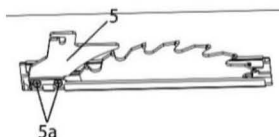

Fig. 1b
- > Afrouxe os dois parafusos (5a) assegurando que a placa debaixo da mesa não é removida. Depois, insira as ranhuras da faca de fender debaixo das cabeças dos parafusos. (Fig.1b)